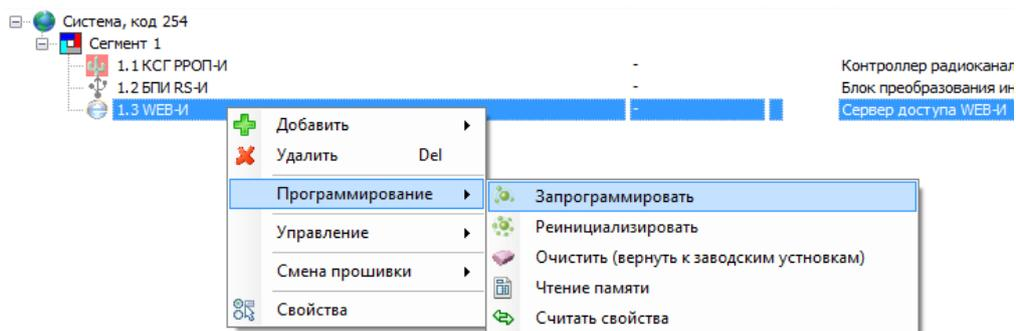

Рис. 13
- Для применения изменений выполните программирование устройства (Рис. 13).